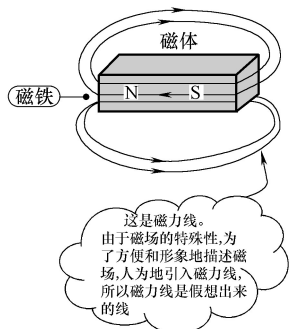

图 4-126 磁力线示意图
- 3) 磁力线有方向，规定在磁体的外部，磁力线由 N 极指向 S 极，在磁体内部则是由 S 极指向 N 极，如图 4-126 所示。